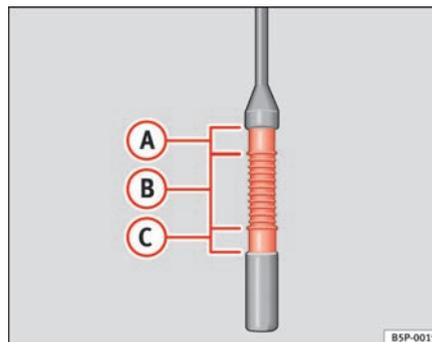

Abb. 163 Ölmesstab
- Den Messstab anschließend wieder herausziehen und den Ölstand ablesen ⇒ Seite 224, Abb. 163. Füllen Sie gegebenenfalls Motoröl nach.